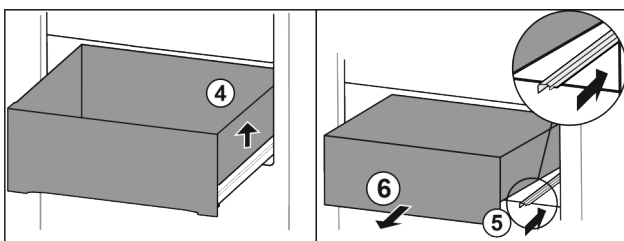

Fig. 160
- ▶ 抬起抽屉右侧。 Fig. 160 (4)
- ▶ 推入右侧轨道。 Fig. 160 (5)
- ▶ 朝前取出抽屉。 Fig. 160 (6)